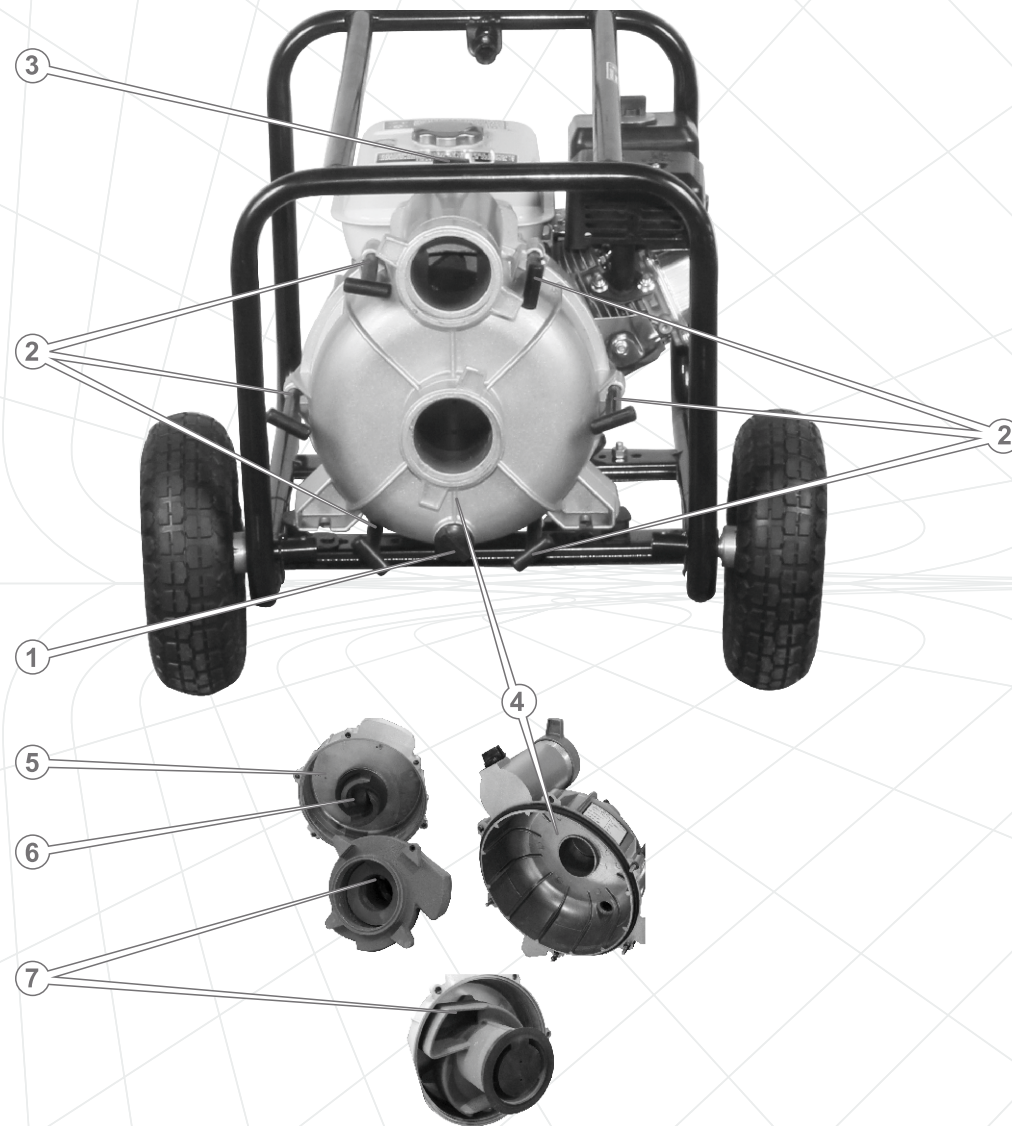

Рисунок 14
5. Открутите от руки быстросъемные шпильки (2) крепления передней крышки насоса (4) (см. рисунок 14) и извлеките крышку (данный пункт процедуры только для модели ЛБМ-80ГКР).
6. Очистите от грязи и посторонних предметов переднюю крышку насоса (4), заднюю крышку насоса (5), крыльчатку (6) и улитку (7) (см. рисунки 12-14).